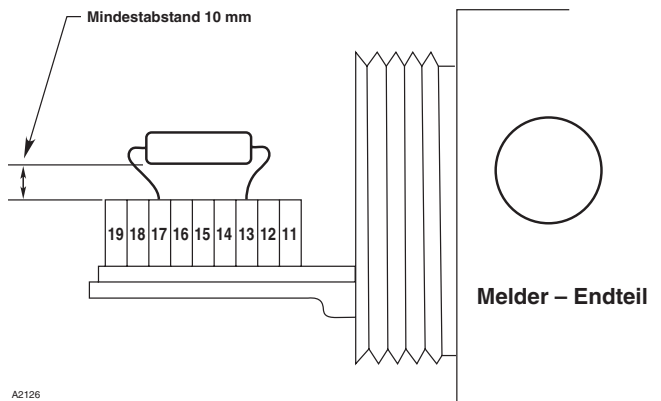

Abb. 4—Klemmenblock des X3301
- Abb. 4 zeigt die Klemmenleiste im Anschlusskasten des Flammenmelders. Abb. 5 zeigt die Anschlussklemmenbelegung des Flammenmelders X3301.